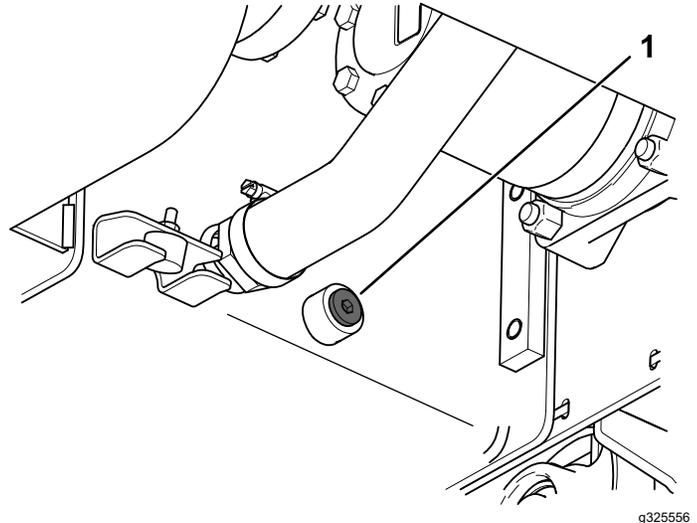

Figure 64
9. Retirez le bouchon de vidange pour permettre au liquide hydraulique de s'écouler dans le bac de vidange (Figure 64).
- A. Retirez les 2 boulons et écrous qui fixent la flèche au bras de la trancheuse (Figure 64).